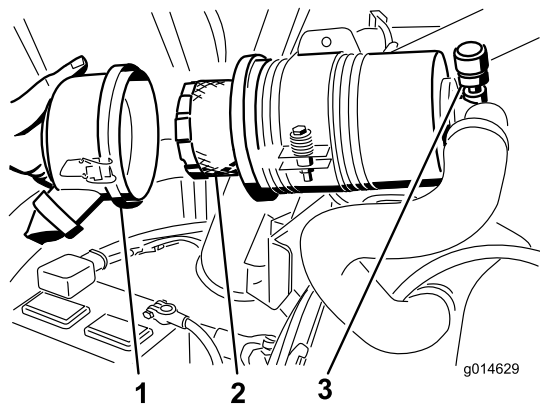

Figura 50
3. Retire y cambie el filtro (Figura 50).